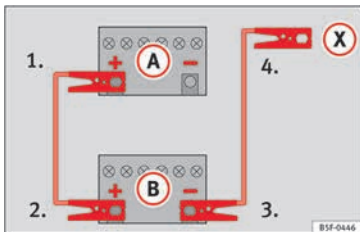

Abb. 70 Anschlusschema für Fahrzeuge ohne Start-Stopp-System.
2. Klemmen Sie ein Ende des roten Starthilfekabels an den Pluspol des Fahrzeugs mit der entladene Fahrzeugbatterie » **Abb. 70**.
4. Bei Fahrzeugen ohne Start-Stopp-System: ein Ende des schwarzen Starthilfekabels an den Massepunkt des Strom gebenden Fahrzeugs » **Abb. 70** anklemmen.